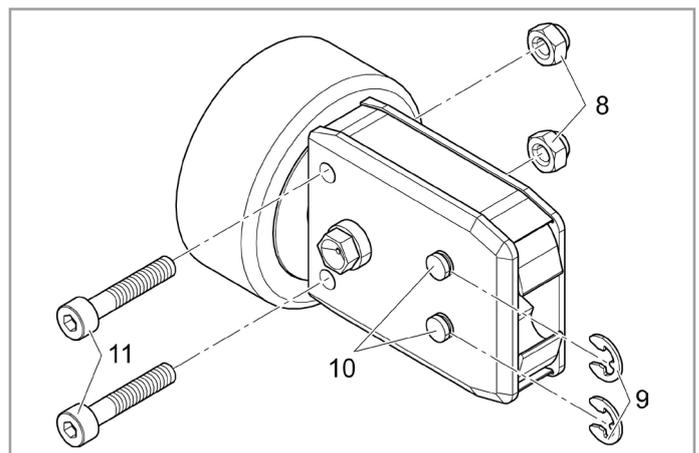

Abb. 77 Zangenkopf zerlegen
5. Zwei Seegeringe (Abb. 77/9) am Zangenkopf (Abb. 77/6) auf der Seite mit Schmiernippel entfernen.
Bolzen (Abb. 77/10) nicht zurückstossen!
6. Zwei Sechskantmutter (Abb. 77/8) von den Sechskantschrauben (Abb. 77/11) abschrauben.